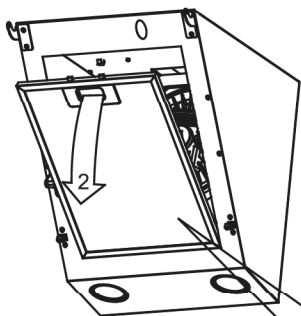

Рис. 5. Демонтаж жирового фільтра
3. Відкрийте кришку витяжки та зніміть жировий фільтр (Рис. 5).
Витяжку обладнано алюмінієвим фільтром, що зупиняє частинки жиру, що виділяються в процесі приготування. Щоб зняти фільтр, перемістіть затискачі у напрямку стрілок (**Рис. 5**). Фільтр можна очистити вручну, зануривши його у воду з рідиною для миття посуду приблизно на 15 хвилин, при температурі 40-50°C. Через 15 хвилин промийте акуратно фільтр. Фільтр повинен бути сухим перед його встановленням у витяжку. Також фільтр можна мити в посудомийній машині. Під час миття колір фільтра може змінюватися, що не впливає на його характеристики фільтрації. Недотримання регулярної очистки фільтра знижує ефективність витяжки та може спричинити пожежу. Жировий фільтр слід очищати щонайменше кожні 35 годин роботи витяжки.